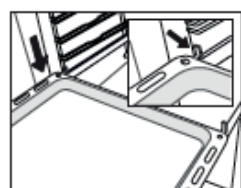

Fig. 5
5. Placera tillbehören på skenan (Fig. 5, 6).